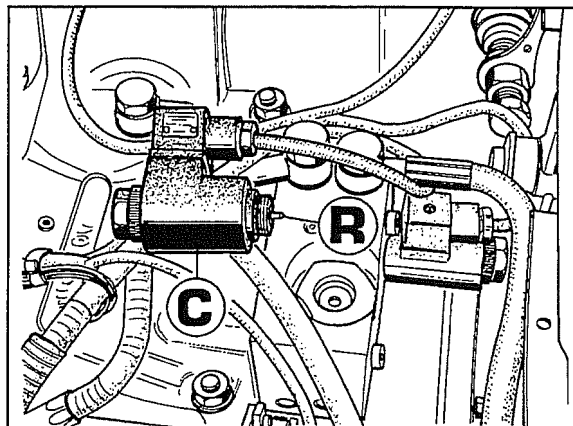

Fig. 15
- a. Montar novamente a bobina **C** fig.15 no solenóide.
- d. Com levantador baixado, accionar o interruptor do levantador na posição de levantamento (mantendo-o premido o botão de segurança) observando que a ponteira do solenóide **R** (fig.15) efectue o seu curso; se tal acontecer significa que o grupo funciona.